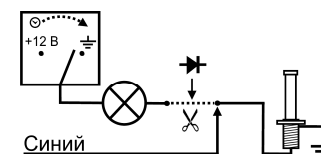

Рис.2. Защита от "ложной массы"
**Примечание:** в некоторых автомобилях цепь "концевик багажника - салонное освещение" снабжена электронным устройством, выдающим сигнал "масса" через некоторое время после закрытия багажника или выключения зажигания, что может привести к некорректной работе системы. В таком случае в цепь следует добавить диод, как показано на Рис.2.